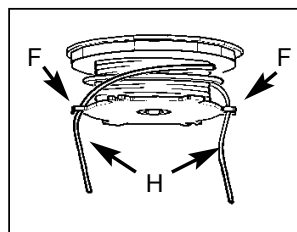

рис. 7D
6. Зафиксируйте каждый конец лески (Н) в прорези (F) на противоположных сторонах бобины (рис. 7D).